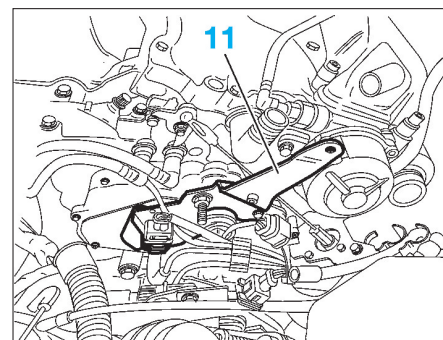
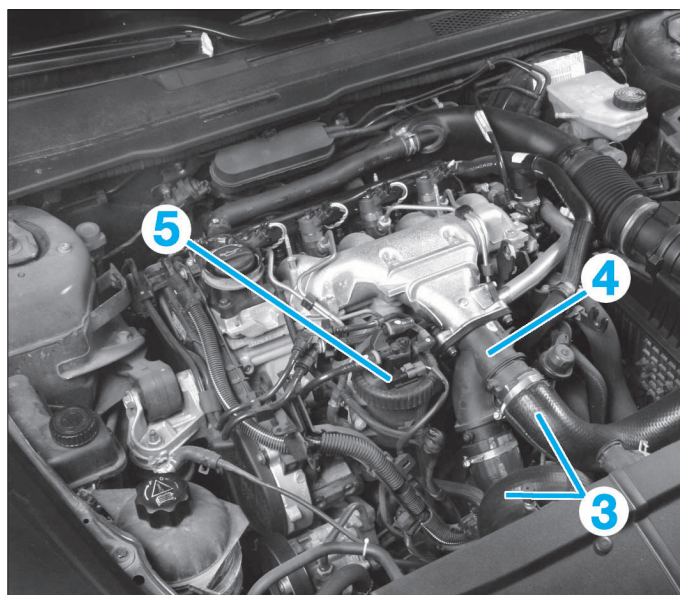
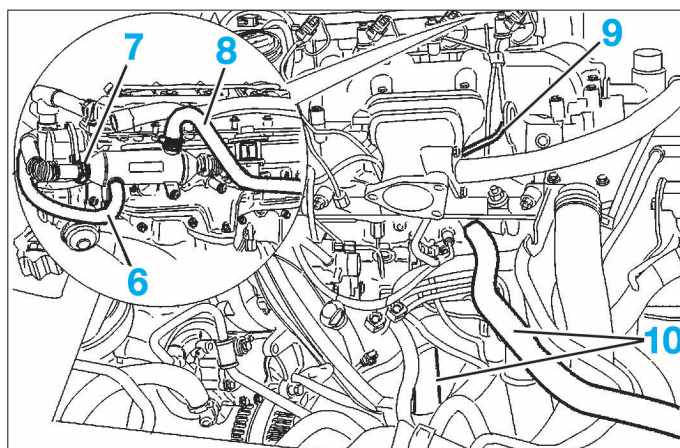

FIG. 75
FIG. 73
FIG. 74
- les conduits d'air (3) (Fig.73).
- le boîtier papillon (4).
- le bocal du filtre à gasoil (5).
- les durits (6) et (8) (Fig.74) de l'échangeur EGR.
- le collier (7).
- Débrancher le tuyau (9).
- Déposer les durits (10) de refroidissement.
- le support (11) (Fig.75).